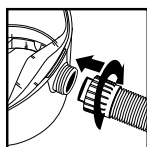

FIGURE 25
35. Réinsérez le tuyau dans l'admission et serrez l'écrou autobloquant. **FIGURE 25.**